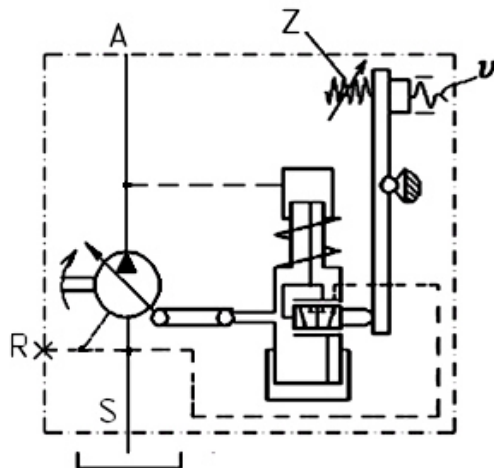

Рис. 11 – Гидравлическая схема насоса с регулятором постоянной мощности и механической блокировкой регулятора.
- потребляемая мощность N_n , при необходимости может быть изменена регулировкой винта Z (см. рисунок 11).